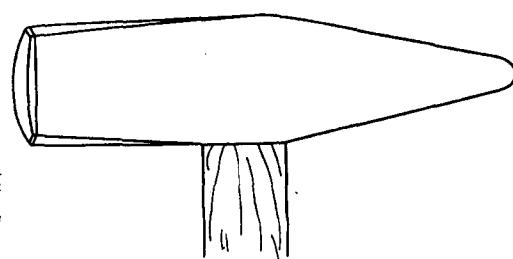

图 1-20
(4)钳工锤(图1-20)。钳工锤的质量要与所划线的工作相适应,锤头要固定牢固。